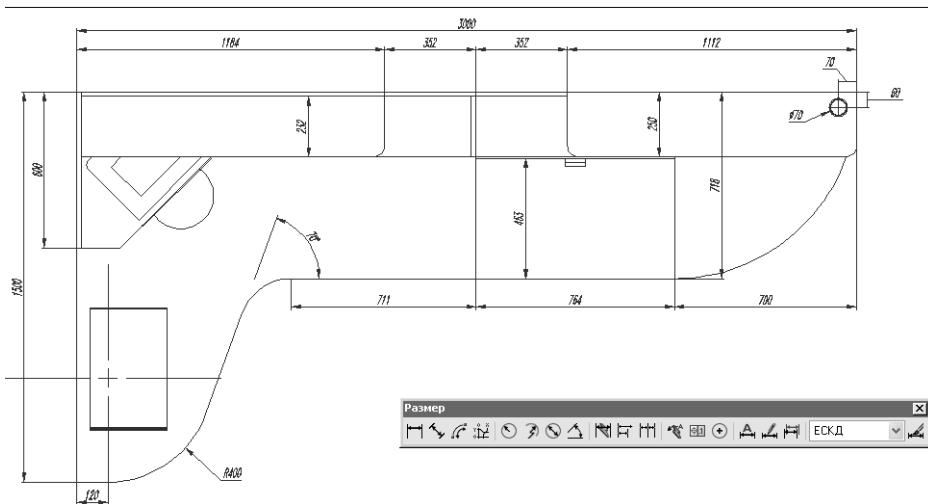

Рис. 11.25 ▼ На чертеже показан диаметр монтажного кольца основной опоры
8. AutoCAD предложит выбрать дугу или окружность. Щелкните на окружности, которая представляет на чертеже наружный контур монтажного кольца основной опоры, а затем задайте оптимальное расположение созданного обозначения диаметра (рис. 11.25).